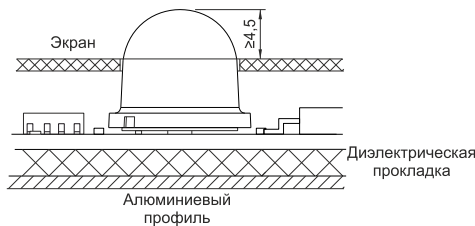

Рис. 4
- Если глубина профиля больше указанного на Рис. 3, можно использовать прокладку из диэлектрического материала соответствующей толщины. При этом верхняя часть линзы выключателя должна выступать не менее чем на 4,5 мм (Рис. 4).